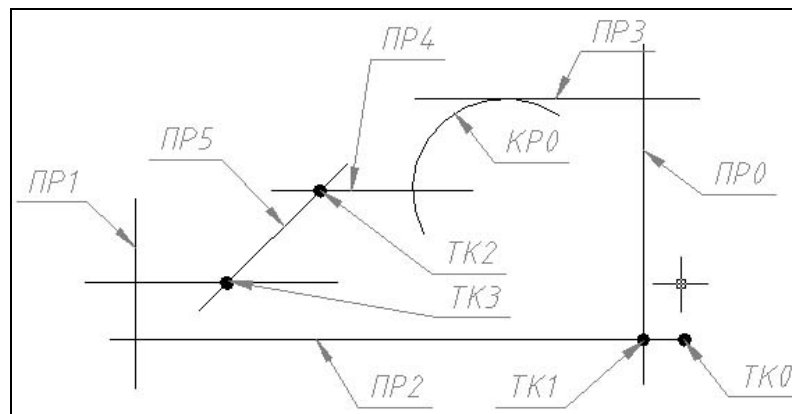

Рисунок 2 – Схема для описания данных
- Последний элемент участка - прямая, задающая направление проходов инструмента при выборке зоны (в нашем примере это будет ПР2, см. рис. 2).
Производим описание элементарных элементов контура, по знакомому нам алгоритму языка САП ЧПУ (рис. 2)